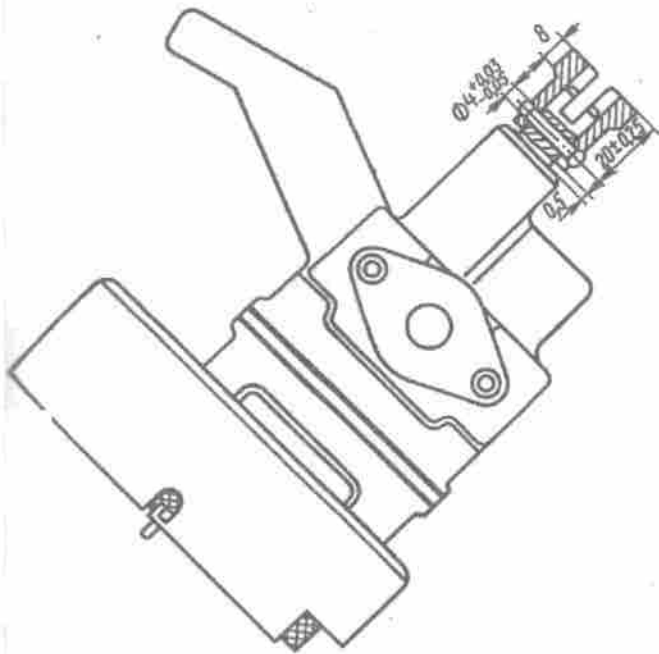

Bild 69. Befestigen der Buchse auf der Welle der Ölpumpe
1. Buchse auf Antriebswelle aufpressen, indem zwischen der Stirnfläche der Antriebswelle und der Buchse (Bild 69) ein Abstand von 8 mm eingehalten wird. Hierbei muß das Spiel zwischen dem Gehäuse der Pumpe und der anderen Buchsenstirn mindestens 0,5 mm betragen.